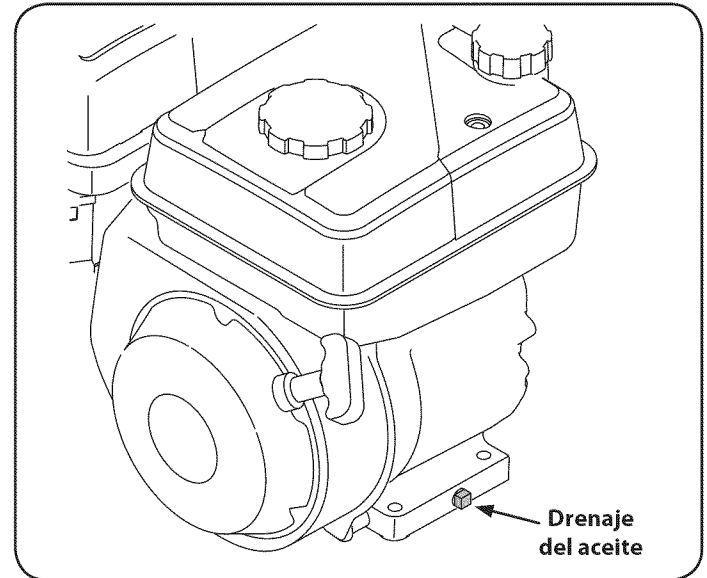

Figura 26
3. Coloque un embudo en el drenaje de aceite para evitar que el aceite en el marco de timón. Véase la Figura 26.
4. Eliminar de drenaje de aceite tapa situada en la base del motor, y drenar el aceite en un recipiente apropiado. Véase la Figura 26.